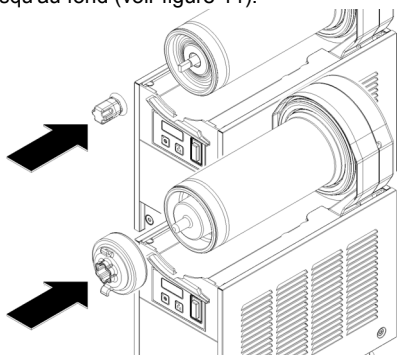

figure 11
**5** Introduire le rotor magnétique extérieur dans l'évaporateur en veillant à l'accompagner jusqu'au fond (voir figure 11).